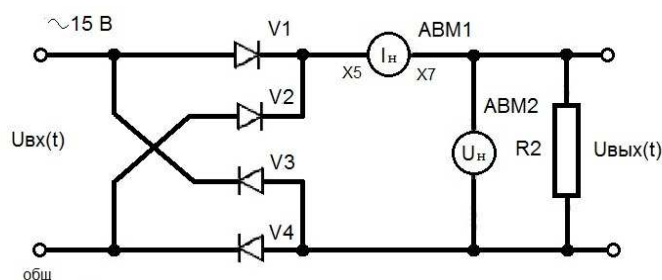

Рис. 4.6. Мостовая схема двухполупериодного выпрямителя
3.1. Установить на лабораторном стенде плату №9 и собрать схему (рис. 4.6) с помощью съемных элементов V1-V4 (диоды КД103А), резистор R2 (300 Ом), перемычка; подключить миллиамперметр АВМ1, вольтметр АВМ2. Получив разрешение преподавателя, подключить питание к схеме.